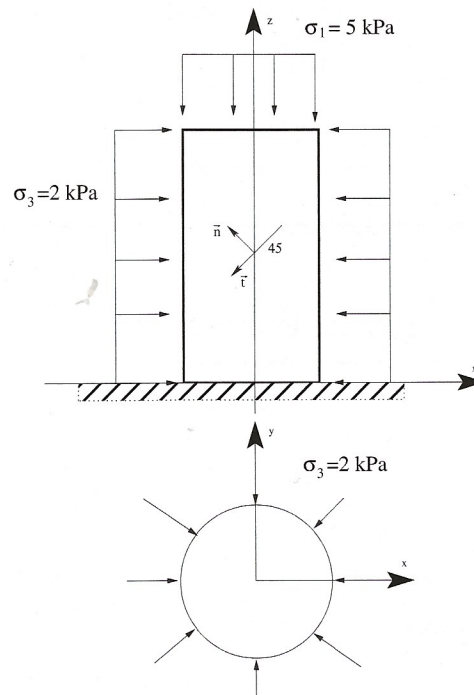

FIG. 4 : Éprouvette cylindrique
65. Quel est l'état de contrainte σ_n et τ_n sur la facette orientée selon \vec{n} et \vec{t} , sachant que l'éprouvette cylindrique est sollicitée par une contrainte uniforme de compression $\sigma_1 = 5 \text{ kPa}$ et une contrainte radiale de compression $\sigma_3 = 2 \text{ kPa}$ (voir la figure 4).